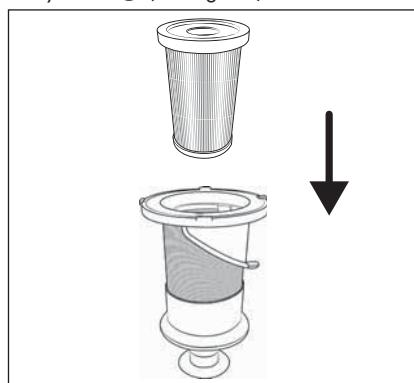

Fig. 27
► Ne tournez pas le filtre en acier inoxydable ⑥ lorsque vous l'insérez dans le bac à poussière ⑦. Aidez-vous des deux repères placés sur le filtre en acier inoxydable ⑥ et sur le bac à poussière ⑦ pour insérer correctement le filtre en acier inoxydable ⑥.
- 7) Insérez le filtre EPA ⑤ dans le filtre en acier inoxydable ⑥ (voir fig. 27).